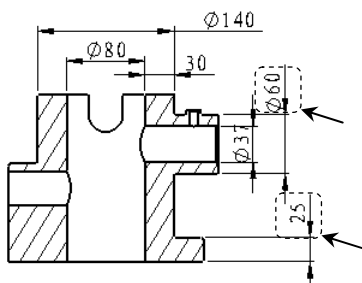

图 6.3.60 选取要整理的尺寸
Step2. 按 Ctrl 键，选取图 6.3.60 所示的尺寸“25”和“ $\phi 60$ ”。